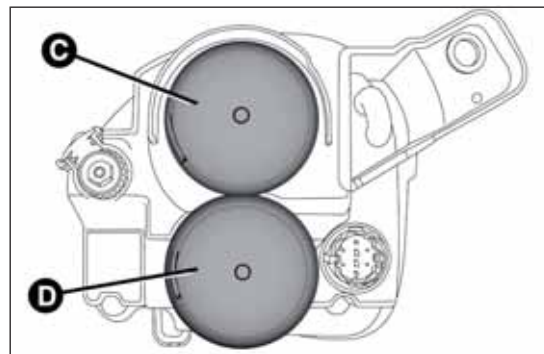

fig. 173
La ubicación de las lámparas es la siguiente fig. 173:
- ☐ quitar la tapa C fig. 173;
- ☐ por último, volver a montar la tapa C fig. 173.
- ☐ quitar la tapa D fig. 173;
- ☐ por último, volver a montar la tapa D fig. 173.